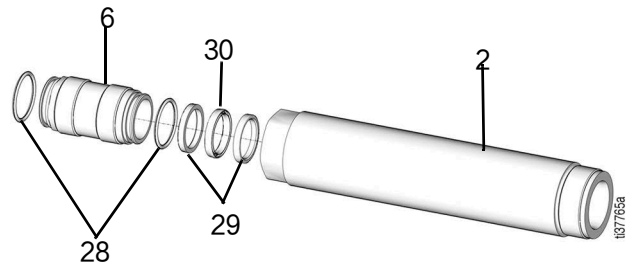

图 29
- 11. 从泵气缸 (2) 上拆下密封固定器 (6) (图 29)。
- 12. 拆下填料密封件 (30) 和填料密封支撑环 (29) 并用密封修理配件包中的新零配件更换 (图 29)。
- 13. 使用密封修理配件包 (图 29) 中的零配件更换密封固定器 (6) 上的 O 形圈 (28)。